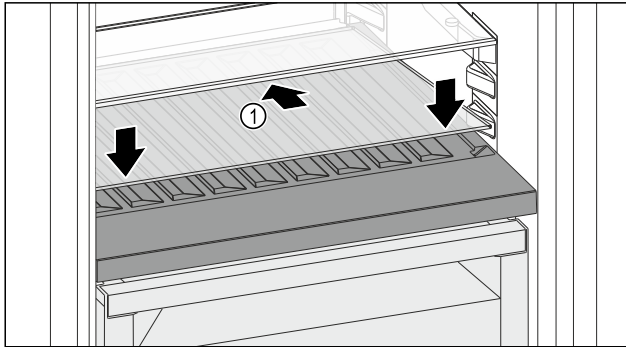

Fig. 163
- ▶ Aseta lasilevy Fig. 163 (1) vinosti ja takana alaspäin kallistettuna paikalleen.
- ▶ Laske lasilevy Fig. 163 (1) edestä alas.